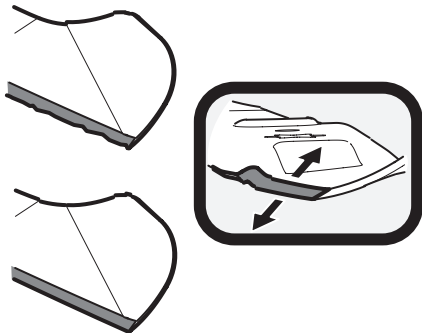

Fig. 55
1. Pour aiguiser correctement les lames de coupe, aiguissez les deux tranchants des lames de façon égale, parallèlement à la voile, à un angle de 25° à 30°. Aiguissez toujours chaque lame de coupe de façon égale pour assurer l'équilibre des lames (Fig. 55).